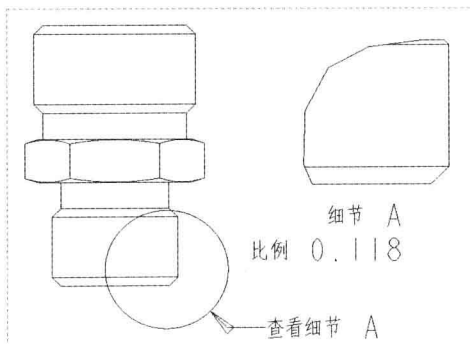

图 12-37 创建详细视图
Step 05 在绘图区图形下方的合适位置上单击鼠标左键, 即可创建详细视图, 如图 12-37 所示。